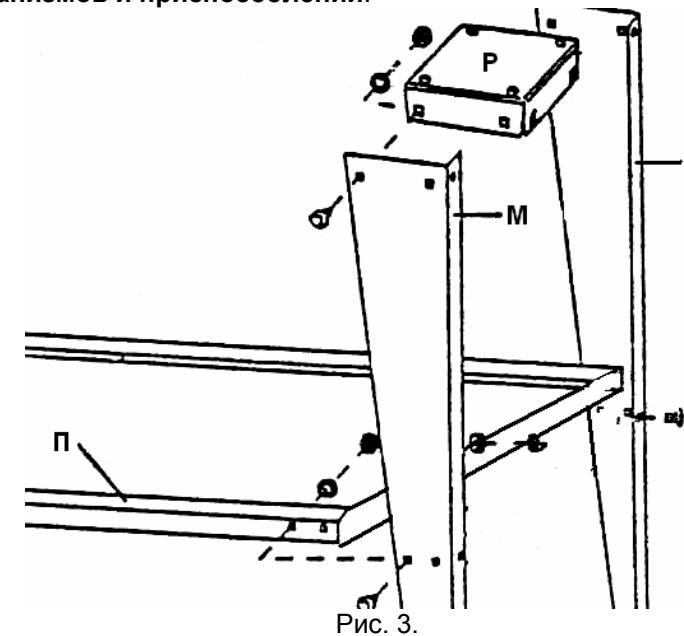

Рис. 3.
8.1. Сборка основания (Рис. 3)